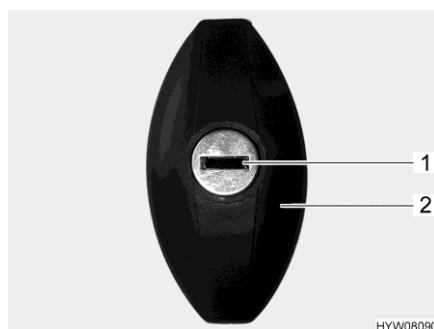

Fig. 49 Serratura dello sportello (ellittico, chiuso)
- Inserire la chiave nel cilindro della serratura (Fig. 49,1) e ruotare in senso antiorario di un mezzo giro. La maniglia della serratura (Fig. 49,2) scatta all'infuori.